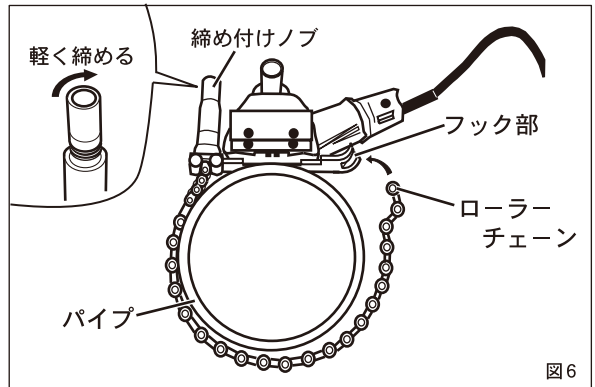

図6
溝切機の取付け（図6～8）
- ① 締め付けノブを反時計方向に止まるまで回してください。
- ② 溝切機のガイドブロックをガイドリングにはめ込み、（GXグルーバー取扱説明書P.10-図19参照）ローラーチェーンをパイプに抱き付かせてから、フック部にローラーを掛けてください。（図6）
- ③ 締め付けノブを回してローラーチェーンのたるみを取り、ローラーチェーンが外れないようにしてください。